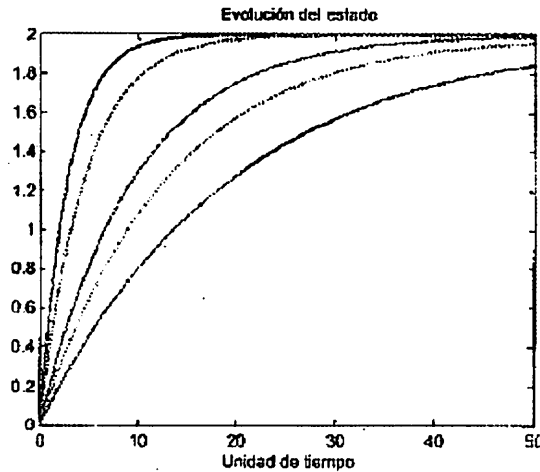

Figura 2.23: Evolución del estado de varios bucles elementales.
- **Ejercicio 2.9:** La Figura 2.23 muestra la evolución del estado de varios bucles elementales. ¿Qué similitudes encuentra entre ellos y a qué parámetro de su estructura elemental se debe la diferencia de comportamiento? Trate de determinar el rango en el que ha podido variar ese parámetro.